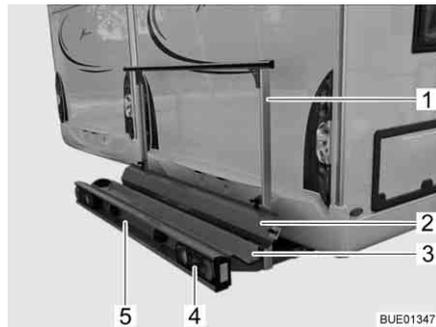
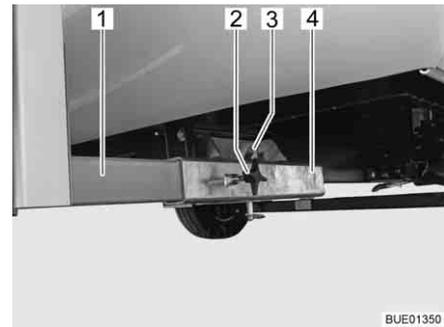

Fig. 5 Portapacchi
Fig. 6 Fissaggio al veicolo
Il portapacchi (Fig. 5) consente il trasporto di una motocicletta o di un motorino con un peso fino a 130 kg.
- Vasca di trasporto (Fig. 5,3) e staffa di supporto (Fig. 5,1) con fissaggio al veicolo (Fig. 6)
- Luci posteriori (Fig. 5,4)
- Luce targa del veicolo (Fig. 5,5)
- Guida di transito (Fig. 5,2)
I due longheroni (Fig. 6,1) del portapacchi sono fissati mediante viti ad alette (Fig. 6,2) ai supporti del perno quadro (Fig. 6,4) sul pavimento del veicolo. Il portapacchi è fissato tramite un bullone (Fig. 6,3) con anello di arresto.